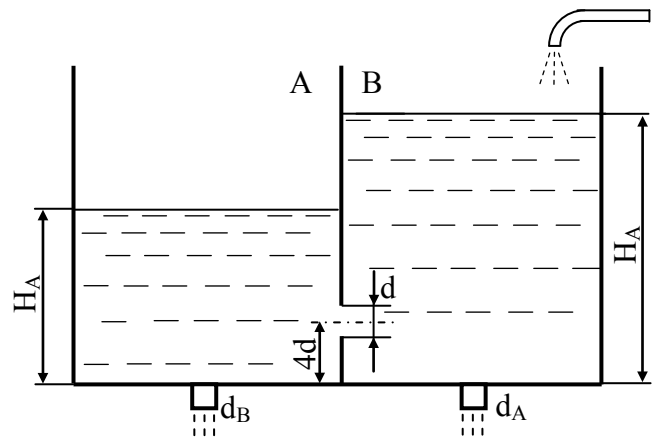

Рисунок 11.5
11.2.8 В тонкій перегородці, яка розділяє бак на дві ємності А і В, є отвір з діаметром d . Вода з ємності витікає в атмосферу через циліндричні насадки, що мають діаметри d_A і d_B (рис. 11.5). Визначити, на якій висоті встановляться рівні води в ємностях, якщо витрата води, що надходить в ємність В, дорівнює Q .